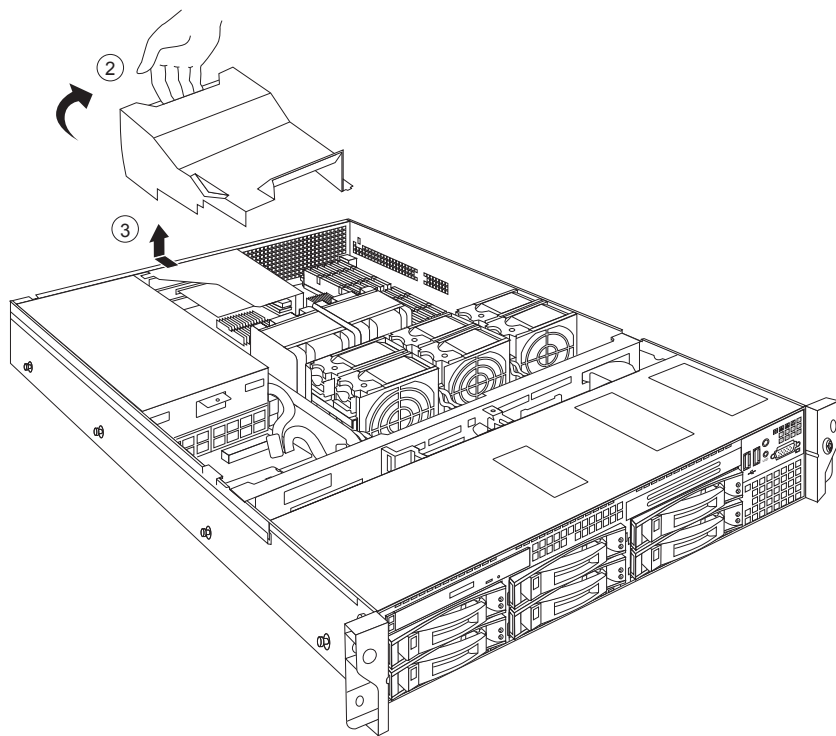

图 22 R525_35 服务器 电源分配板导风罩拆装示意图
3. 如图 22 所示，拿住电源分配板导风罩扣手，向前推同时向上提起电源分配板导风罩，将其取出。